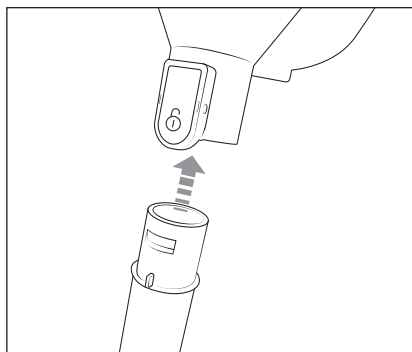

Fig. 1
- 1) Infilare il tubo di aspirazione telescopico ⑯ nell'apertura di aspirazione dell'apparecchio fino allo scatto (vedere fig. 1). Assicurarsi che il dispositivo di blocco sia posizionato correttamente.